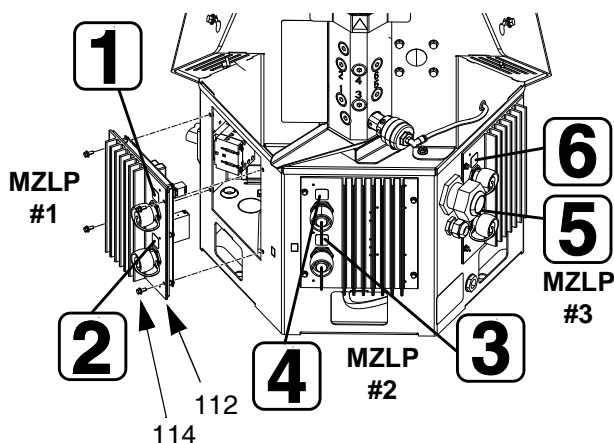

图 45
2. 卸下电气外壳的前检修门 (10)。
3. 在 MZLP(112) 外面断开加热软管插塞。
4. 注意各个电缆的位置，然后从将要更换的 MZLP (112) 上拔掉所有电缆。参见图 45。
5. 卸下四颗螺丝 (114) (用于将 MZLP (112) 固定到电气外壳 (1) 上)，然后从电气外壳中小心卸下 MZLP。参见图 45。
6. 更换 MZLP。参见图 45 找出 MZLP #1、MZLP #2 和 MZLP #3。
- b. 如要更换 MZLP #3，请先从 MZLP #3 J5 接头上拔下跳线 (135)，然后重新装到新的 MZLP #3 J5 接头上。
2. 把通道标签贴到新的 MZLP 上。参见图 45。
3. 使用四颗螺丝 (114) 将 MZLP (112) 安装到电气外壳 (1) 上。
4. 重新连接电缆和 MZLP (112)。